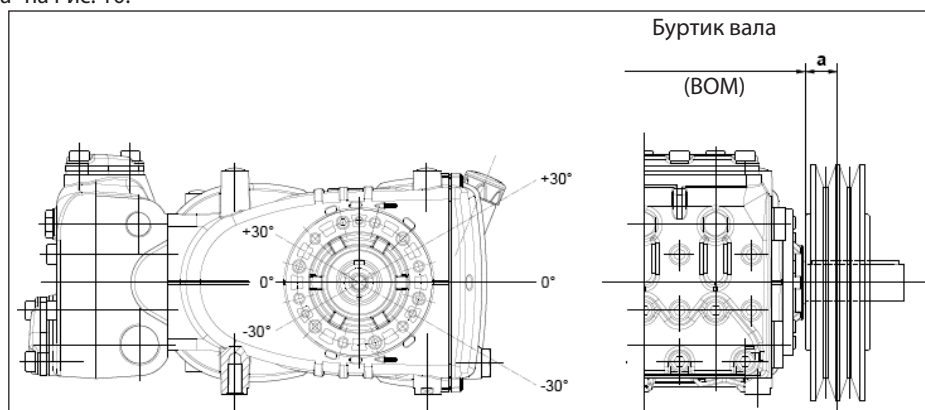

Рис. 10
Передача считается соответствующей, если данная нагрузка прилагается на максимальном расстоянии $a=30$ мм от буртика вала (BOM), как указано на Рис. 10.
- б) Пользуйтесь ремнями с высоким КПД, например, **XPB** вместо **SPB**, поскольку в этом случае потребуется меньшее количество ремней при одинаковой передаваемой мощности, что в свою очередь сократит расстояние между результирующей силой и буртиком вала (BOM) "а" на Рис. 10.
- д) Натягивайте ремень в направлении, указанном на Рис. 10, в случае особых потребностей обратитесь в **технический отдел** или **службу технической поддержки**.